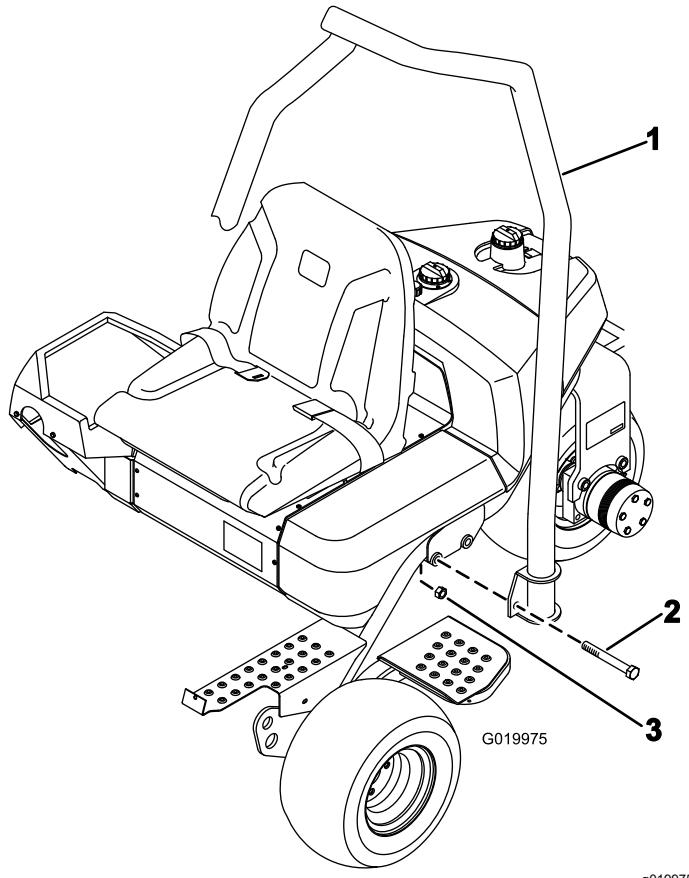

図 4
1. ROPS の上部の湾曲部が機体の前方を向くように ROPS を配置する 図 4。
2. ROPS をフレームの上に降ろし、取り付け穴に整列させる 図 4。
3. ROPS の左右それぞれをフレームに固定するボルト2本 $\frac{5}{8}$ x 4½" と、ロックナットを 図 4 のように使用する。